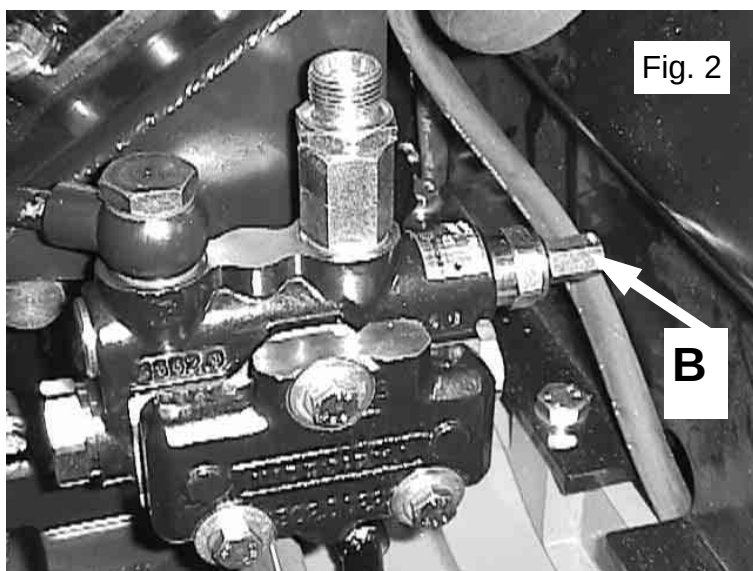

Fig. 2
- agire sul dado C di fig. 2. Fino a portare il blocchetto D a leggero contatto con la leva E.
Non dimenticare di ingrassare le boccole interne di sostegno dei pedali freno, tramite gli ingrassatori **F** di fig. 2 (pagina precedente).
In fig.2 con il part.B viene evidenziata la valvola di massima del circuito idraulico principale ,che determina la pressione massima di funzionamento dei distributori anteriori e posteriori (190 bar) e che e' collocata dopo l'idroguida sulla piastra di supporto dei distributori anteriori che possono o meno essere presenti sulla trattrice.
In fig.2 e' montata sulla piastra supporto distributori anteriori indicata con il n° 5 nello schema idraulico di pag .2.